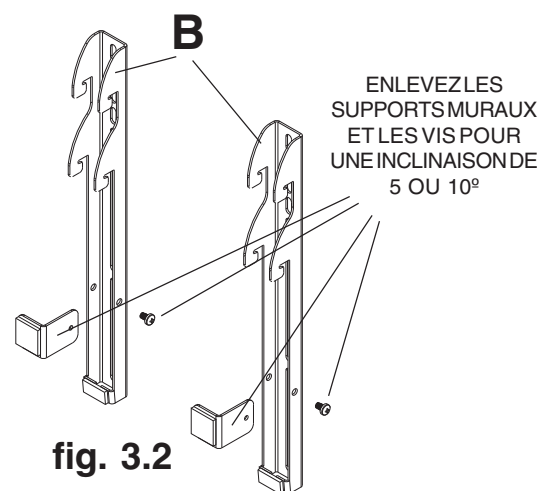
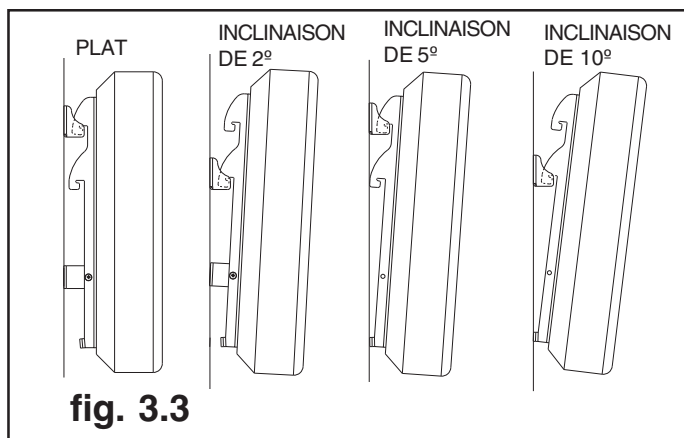

fig. 3.2
fig. 3.3
- 3** Pour monter l'écran sans inclinaison ou à une inclinaison de 2° Accrochez les supports verticaux (B) sur la plaque murale (A) en utilisant les crochets du haut pour installer l'écran sans inclinaison et ceux du bas pour une inclinaison de 2° comme illustré à la figure 3.3. Les crochets des supports verticaux doivent être bien enfoncés dans la plaque murale, comme le montre le plan détaillé 2 ; l'écran pivote alors lentement vers le mur, comme illustré à la figure 3.1
Retirer les supports muraux et les vis des supports verticaux comme illustré à la figure 3.2 Accrochez les supports verticaux (B) sur la plaque murale (A) en utilisant les crochets du haut pour une inclinaison de 5° et ceux du bas pour une inclinaison de 10° comme illustré à la figure 3.3. Les crochets des supports verticaux doivent être bien enfoncés dans la plaque murale, comme le montre le plan détaillé 2 ; l'écran pivote alors lentement vers le mur, comme illustré à la figure 3.1